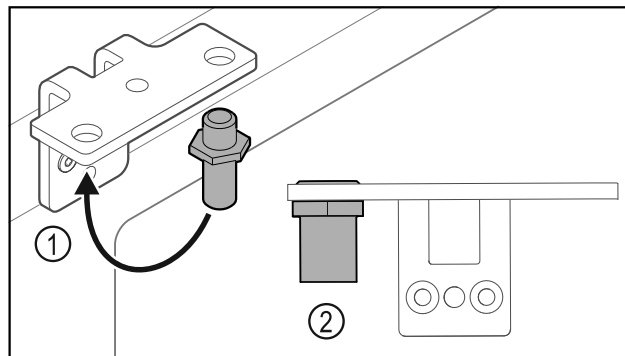

Fig. 31
- Mettre l'axe Fig. 31 (1) dans l'autre trou de l'équerre de charnière.
- Serrer l'axe Fig. 31 (2) au **couple de 12 Nm**.